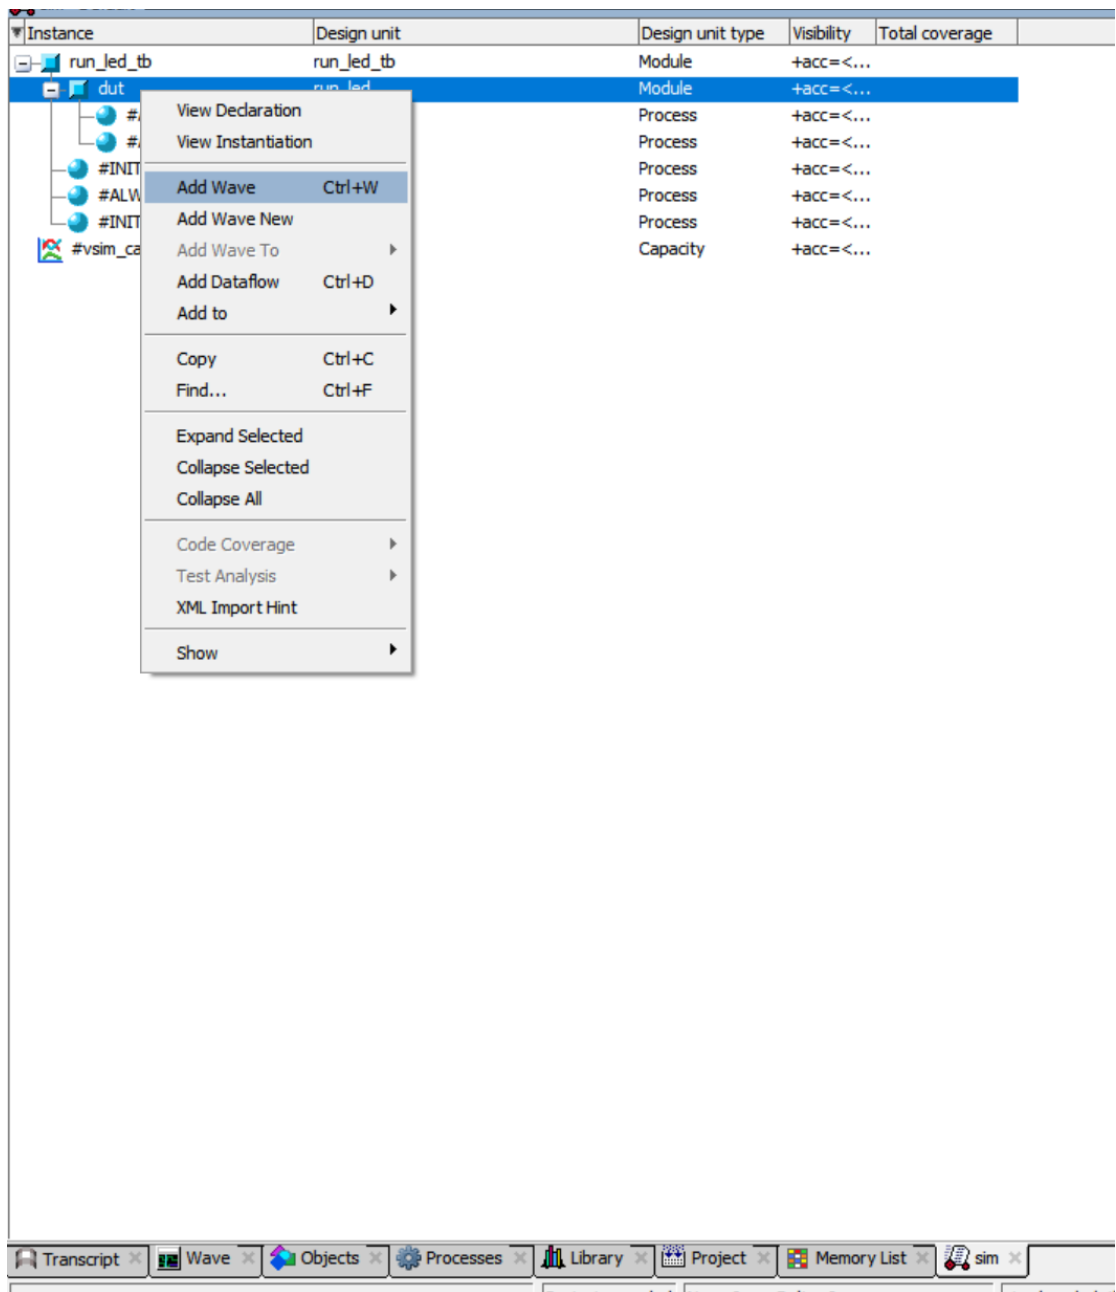

图 26 选择添加观察的信号
- ⑫ 找到 sim 页面栏，之后选择 dut->Add Wave 添加需要观察的信号。如图 26 所示。